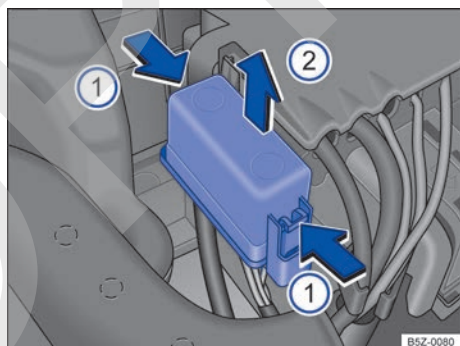

Fig. 163 En el compartimento del motor: cobertura de la caja de fusibles.
- Presione las trabas en el sentido de la flecha ①, para desbloquear la cubierta de la caja de fusibles → fig. 163.
- Desmonte la cubierta hacia arriba ②.
- Para la **instalación**, coloque la cubierta sobre la caja de fusibles. Presione la cubierta hacia abajo, en el sentido contrario al de la flecha ②, hasta que trabe de forma audible.